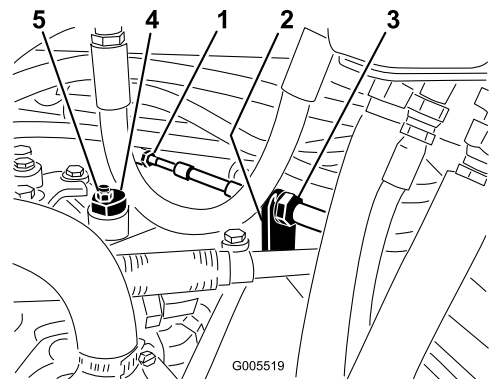

Figura 54
- A. Afloje las dos contratuercas que fijan el cable de control de tracción a la mampara del hidrostato (Figura 54). Asegúrese de aflojar ambas contratuercas uniformemente, y lo suficiente como para permitir el ajuste.
Nota: Afloje la tuerca que sujeta el excéntrico a la parte superior del hidrostato (Figura 54).
- C. Gire el excéntrico hasta que no haya movimiento en ningún sentido. Cuando la rueda deje de girar, apriete la tuerca para bloquear el excéntrico y el ajuste (Figura 54). Compruebe el ajuste con el acelerador en las posiciones Lento y Rápido.
- D. Desde cada lado de la mampara, apriete las contratueras uniformemente, fijando el cable de tracción a la mampara (Figura 54). No tuerza el cable.